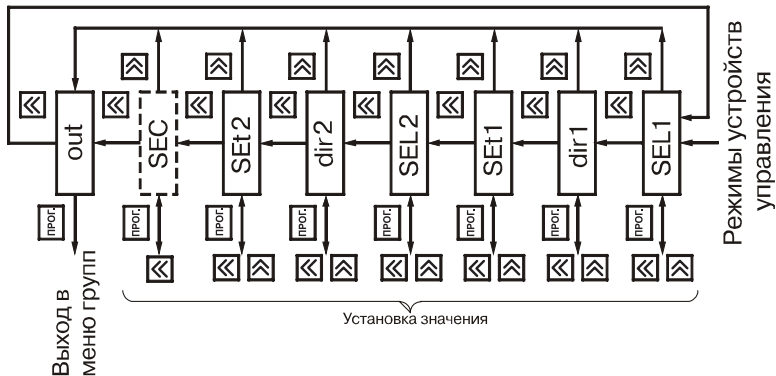

Рис. 26
6.1.9. Группа "**GrouP\_d**" (рис. 26) содержит параметры **SEL1** и **SEL2**, задающих входную величину соответственно для ЛУ1 и ЛУ2, параметры **SEt1** и **SEt2**, определяющие логику их работы и параметры **dir1**, **dir2**, определяющие направление счета при котором должны работать выходные устройства.